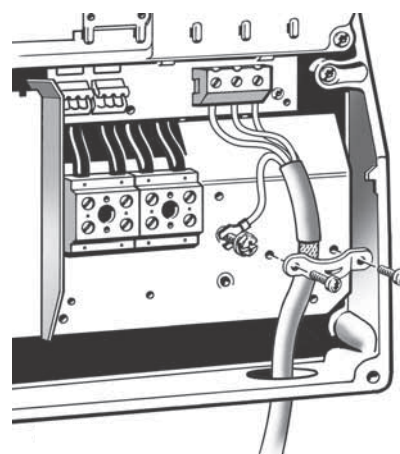

Fig. 15 Branchement moteur, B1 et B2
1. Brancher le conducteur de mise à terre à la borne 99 (PE). Voir fig. 15.
2. Brancher les conducteurs moteur aux bornes 96 (U), 97 (V), 98 (W).